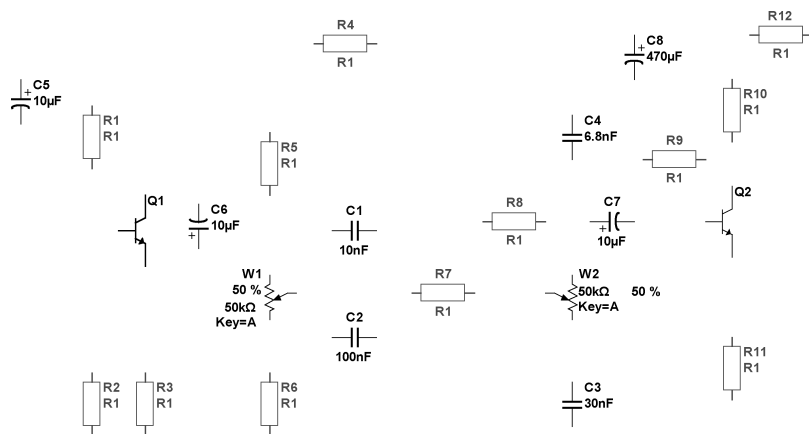

图 3-80 元器件调整效果
3) 采用同样的方法调整所有元器件，效果如图 3-80 所示。